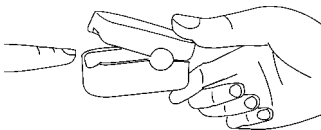

Abbildung 4
1. Den Sensor, wie in Abbildung 4 angegeben, öffnen.